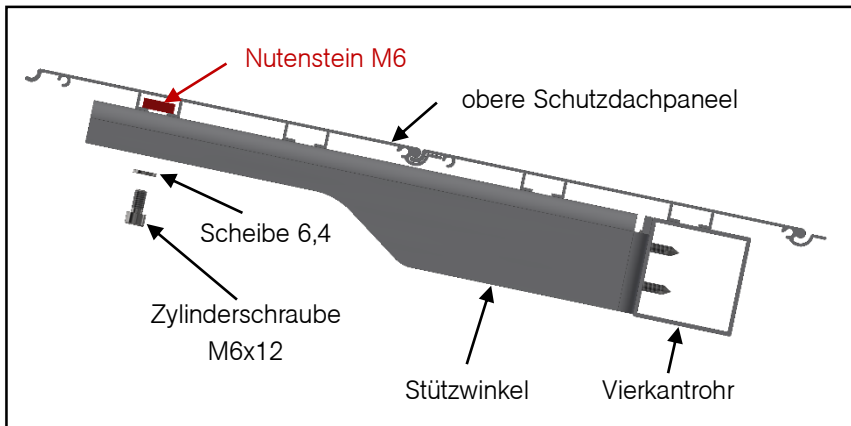

Abbildung 4 – Seitenansicht: Befestigung Schutzdachpaneel an Stützwinkel
- » Nutenstein für den Stützwinkel in die erste Nut des Schutzdachpaneels einschieben und auf die ungefähre Position der Stützwinkel schieben (siehe Abbildung 4).
- » Oberste Schutzdachpaneel ausrichten und die Stützwinkel mittels 1x Zylinderschraube M6x12 und 1x Scheibe 6,4 mit dem eingeschobenen Nutenstein von unten im Schutzdachprofil fest verschrauben (Abbildung 4).